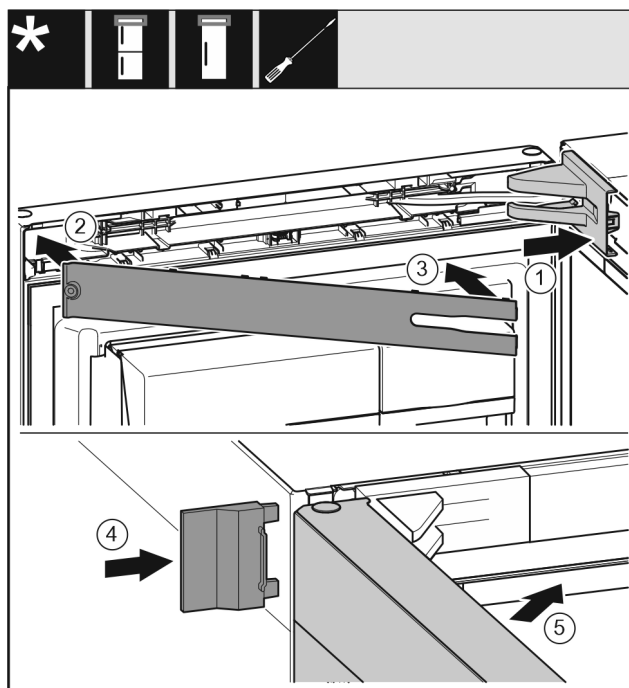

Fig. 27
- ▶ Applicare la copertura del blocco di supporto e innestarla, se necessario premere con cautela. Fig. 27 (1)
- ▶ Applicare il pannello. Fig. 27 (2)
- ▶ Ruotare verso l'interno il pannello e innestarlo. Fig. 27 (3)
- ▶ Spingere la copertura esterna. Fig. 27 (4)
- ▶ Chiudere la porta superiore. Fig. 27 (5)